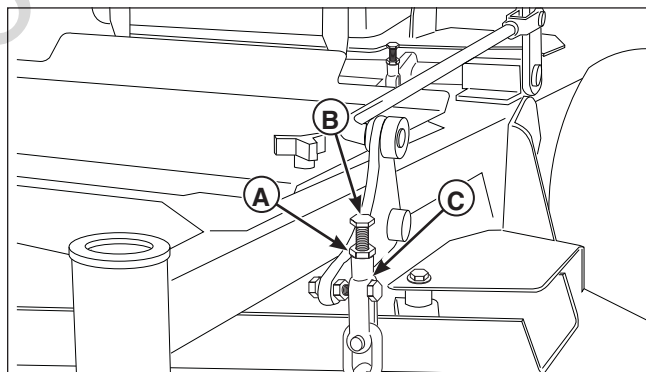

Figura 26. Regolazione di livellamento del piano di falciatura
7. Allentare il controdado (A, Figura 26) sul bullone di regolazione (B) nel gancio di sospensione della catena (C). Ruotare il bullone di regolazione sino a ottenere le misure corrette. Accertarsi che tutte quattro le catene siano tese e quindi serrare di nuovo il controdado contro il gancio di sospensione della catena.